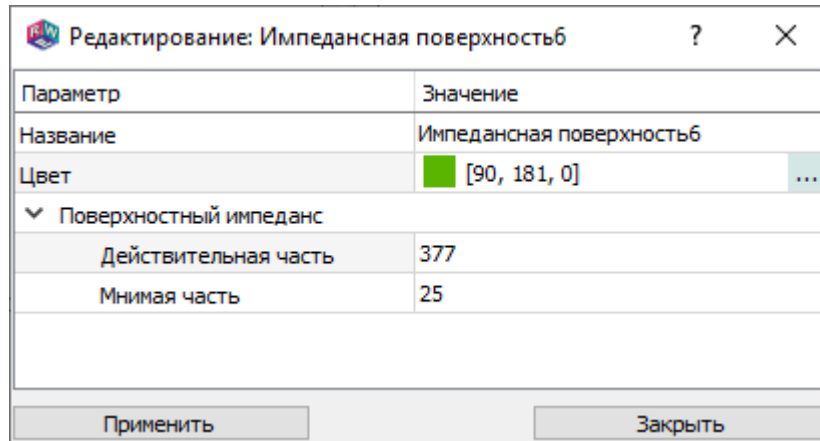

Рис. 160
16.7.5.1. Окно редактирования параметров импедансной поверхности показано на рис. 160.